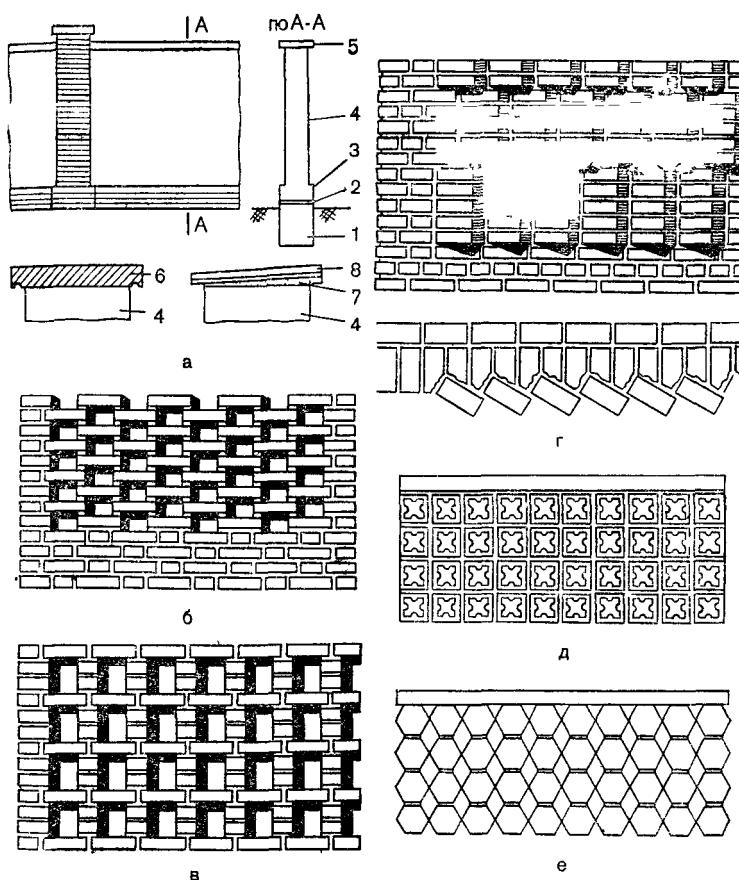

Рис. 230. Примеры решения оград
**Кирпичные и керамические ограды** (рис. 230) красивы, позволяют хорошо изолировать участок и создать на нем обстановку уюта.